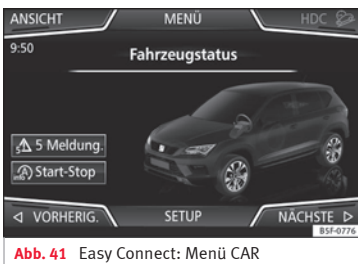

Abb. 41 Easy Connect: Menü CAR
die Taste **CAR** des Systems drücken, um in das Menü **Fahrzeug** » **Abb. 41** zu gelangen.
• Drücken Sie die Funktionsfläche **SETUP**, um zum Menü **Fahrzeugeinstellungen** zu gelangen » **Abb. 41**.